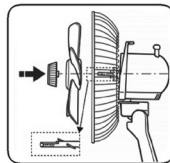

рис. 7
- Установите лопасти (6) на ось электромотора (9), и зафиксируйте их фиксатором (5), поворачивая его по резьбе в направлении против часовой стрелки, придерживайте лопасти (6) свободной рукой (рис. 7, 8).